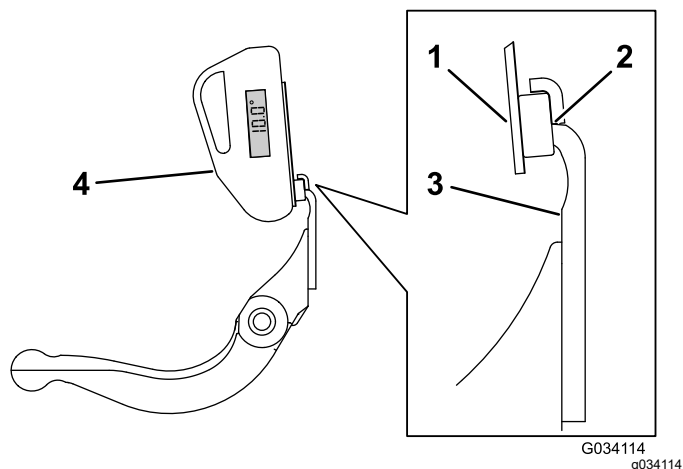

Figure 25
3. Placez le support de l'indicateur d'angle sur le bord de la contre-lame de sorte à adapter le bord de l'aimant au bord de la contre-lame (Figure 25).
4. Placez l'indicateur d'angle sur le support, comme montré à la Figure 25.